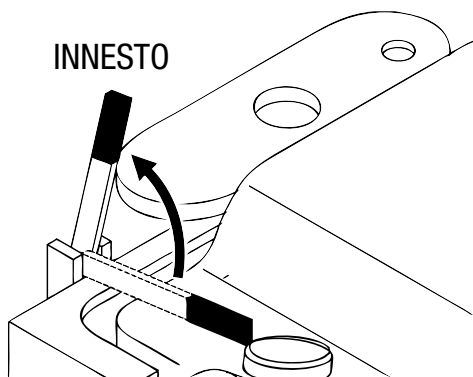

Figura 39. Leva di innesto/disinnesto della trasmissione (posizione di innesto)
- Alzare la **leva di innesto/disinnesto della trasmissione**, posizionata sulla console (figura 39). Lasciando la leva abbassata, si disinnesta la trasmissione per consentire la spinta manuale durante il taglio o lo spostamento della macchina nel sito di lavoro.